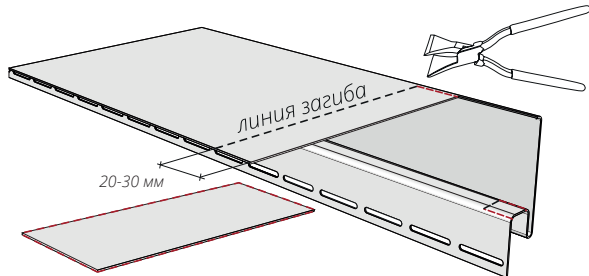

Рисунок 52
- 13.8** Подогните лепестки (рис. 52 и 53), используя клещи под угол 90°.